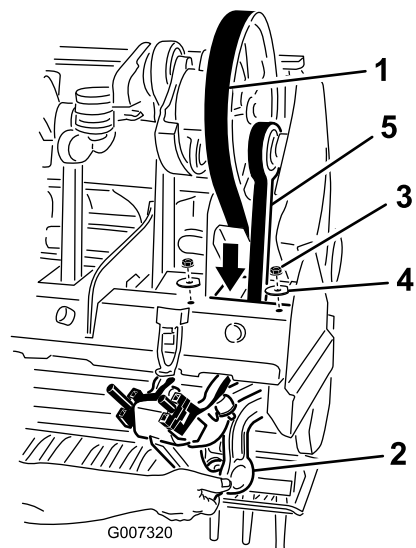

Figura 38
5. Afloje y retire las 2 contratuercas y arandelas que sujetan el amortiguador rotalink para el brazo de taladros n.º 1 (Figura 38).
7. Pase la correa de transmisión a través del bastidor del cabezal de perforación y alrededor del extremo inferior del brazo de taladros n.º 1 (Figura 38).